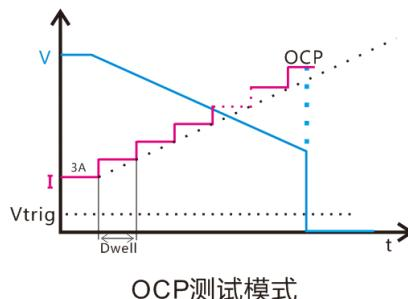

图 3.9 OCP 带载图示
- 3、按上下左右键选择并输入如图 10 中参数，表示负载从 3A 开始带载到 6A 停止，分 100 步，每步步进 0.03A。每步延时 0.01S，当电源电压小于触发电压 1V 时，对应的电流值即为 OCP 电流值，判断电流值是否在电流上下限内。带载波形如上图 3.9。